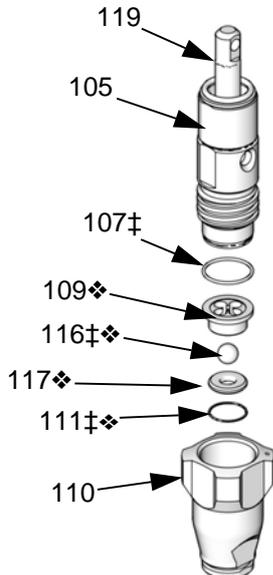

FIG. 11: Montage des Einlassgehäuses
4. Das Einlassgehäuse (110) entfernen. Siehe FIG. 11.
5. Die Kugelführung (109), die Kugel (116), den Sitz (117) und den O-Ring (111) reinigen oder austauschen.
6. Den O-Ring (111‡), den Sitz (117), die Einlasskugel (116‡) und die Kugelführung (109) im Einlassgehäuse (110) anbringen.
7. Das Einlassgehäuse (110) auf den Zylinder (105) schrauben. Mit einem Anzugsmoment von 70-80 ft-lb (95-108 N•m) anziehen.